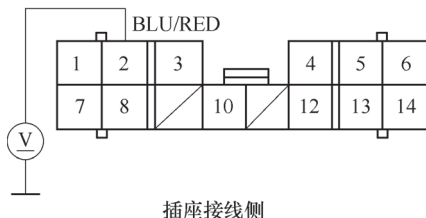

图 5-141 测量发动机舱盖下熔丝 / 继电器盒插接器 H (14P) 的 2 号端子与车身搭铁之间的电压
13) 如图 5-141 所示, 在发动机舱盖下熔丝 / 继电器盒插接器接通的情况下, 测量发动机舱盖下熔丝 / 继电器盒插接器 H (14P) 的 2 号端子与车身搭铁之间的电压, 检查电压是否为 5V 或更高。如果是, 维修发动机舱盖下熔丝 / 继电器盒与 A/C 压力开关之间的导线开路故障; 如果不是, 检查发动机舱盖下熔丝 / 继电器盒的 2 号端子是否松动或接触不良, 如果连接情况正常, 则更换发动机舱盖下熔丝 / 继电器盒。